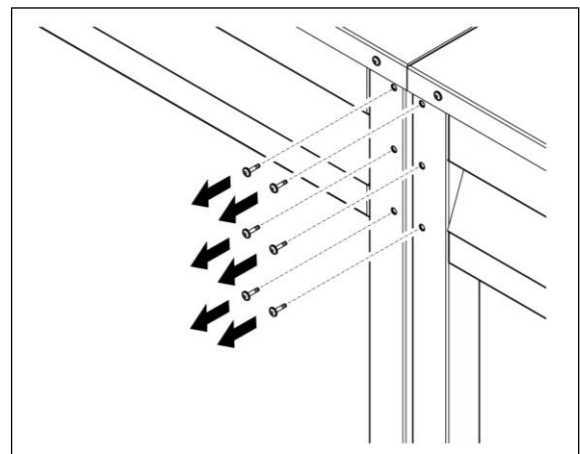

Abb. 3
4. Die Schrauben für die Montage des Modulverbindungsblechs bei beiden Geräten auf der Gast- und Bedienseite herausdrehen. **Abb. 3**